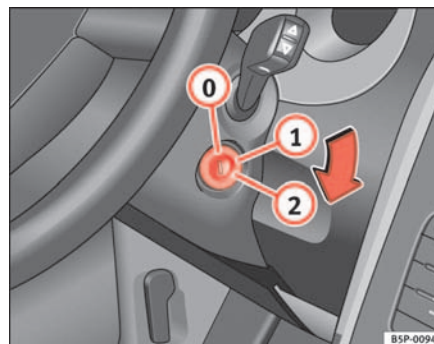

Fig. 132 Posições da chave da ignição
Nesta posição ⇒ fig. 132 a ignição e o motor estão desligados, podendo bloquear a direcção.
- Rodar a chave da ignição para a posição ⇒ página 167, fig. 132 . O indicador luminoso  acender-se-á em caso de pré-incandescência do motor.
- Rodar a chave da ignição para a posição ⇒ **página 167, fig. 132**